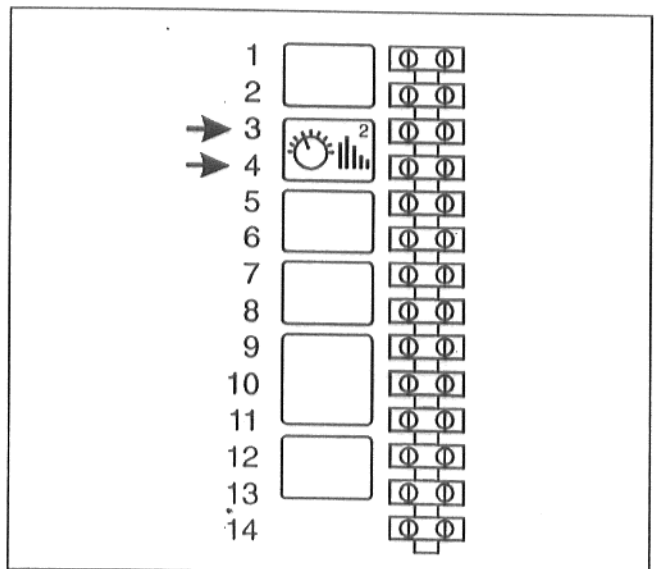

Abb. 5
- Schließen Sie den ERC-Regler an die Klemmen 3 und 4  an (Abb. 5).